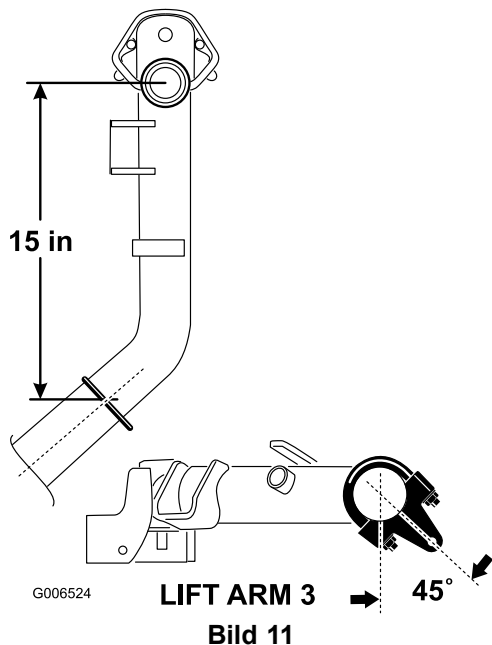

Bild 11
- Positionieren Sie die Halterungen und U-Schrauben an den Hubarmen Nr. 2 und Nr. 3 38 cm hinter der Mittellinie des Kreuzgelenks (Bild 11). Drehen Sie die Halterungen um 45 Grad zur Außenseite der Maschine.